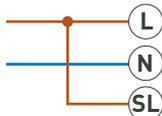

Рис. 4
- 3.6. Для работы панели в постоянном режиме подключите провод фазы также к клемме SL, рис. 4.